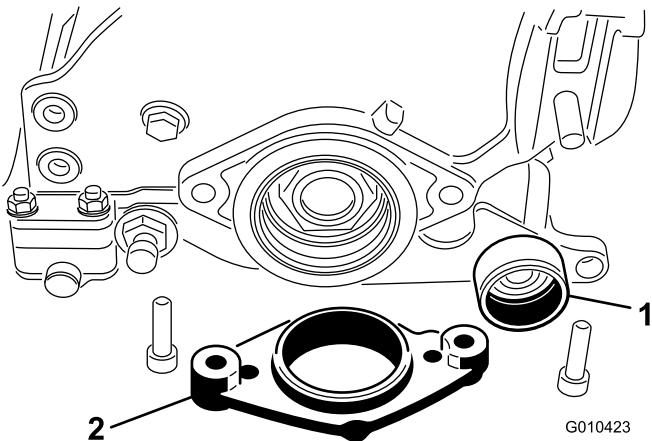

Figure 9
- Appliquez de la graisse sur le joint du support de roulement de la plaque latérale droite et au bout de l'arbre du groomer (Figure 9).
- Insérez l'autre extrémité de l'arbre du groomer dans le support de roulement de la plaque latérale droite (Figure 9).
- Insérez le support du moteur sur la plaque latérale (Figure 9).
- Fixez le support du moteur et la plaque latérale à l'extrémité droite du plateau de coupe à l'aide des 2 boulons et écrous retirés précédemment (Figure 9).